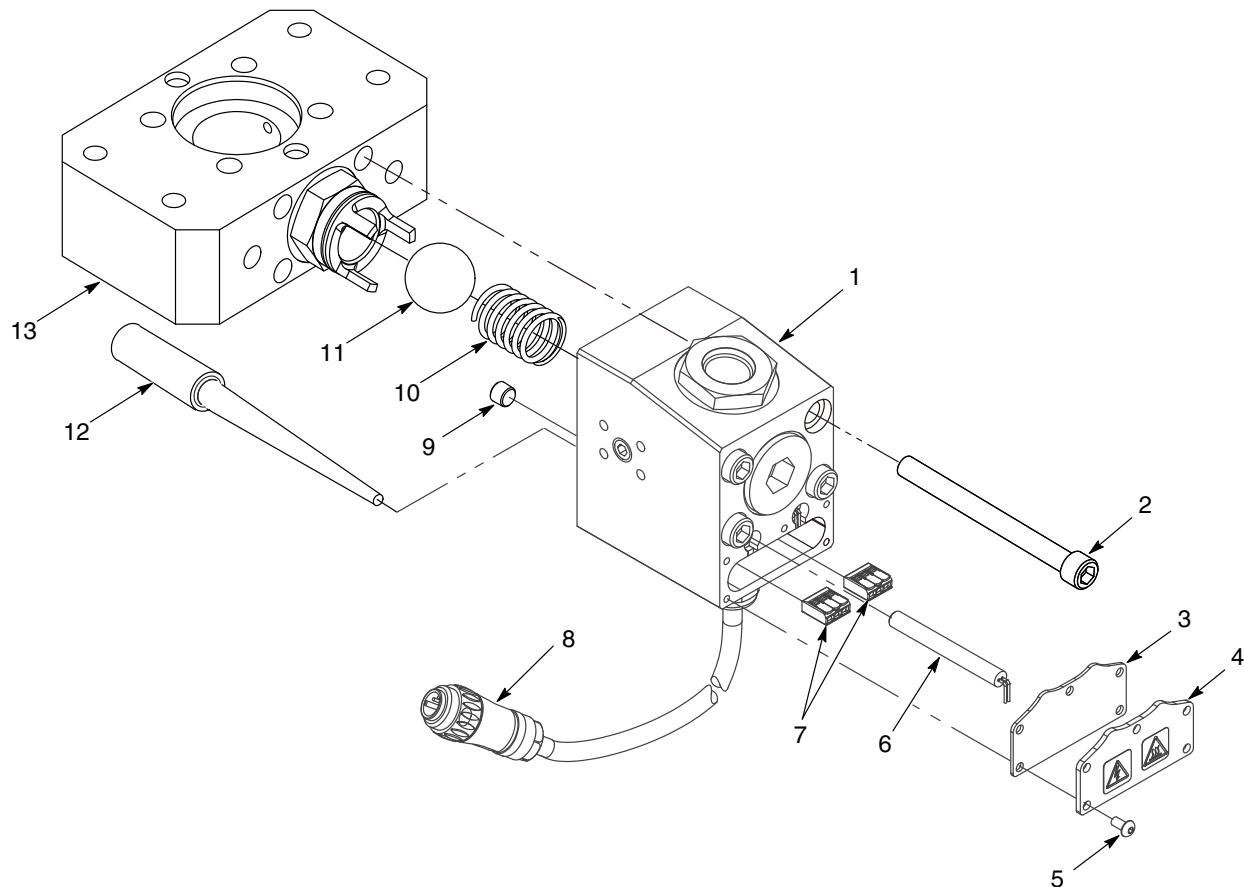

Abbildung 4 Typische Vorgehensweise zum Austausch der Heizpatrone (*dargestellt ist ein Verteilerblock mit Rückschlagventil*)
Siehe Abbildung 4.
3. Die Schrauben (2) entfernen, mit denen das Verteilerblockgehäuse (1) am Hydraulikteil (13) befestigt ist.
4. Die Schrauben (5) entfernen, mit denen die Abdeckplatte (4) und die Dichtung (3) am Verteilerblockgehäuse (1) befestigt sind.
5. Die dreiadrigen Stecker (7) vorsichtig aus dem Verteilerblockgehäuse (1) herausziehen. Die Leiter der Heizpatrone (6) trennen, siehe Abbildung 4.
6. Den Rohrstopfen (9) von der Rückseite des Verteilerblockgehäuses (1) entfernen.
7. Einen Dorn (12) verwenden, um die Heizpatrone (6) aus der Rückseite des Verteilerblockgehäuses zu drücken. Heizpatrone ausbauen.
1. Wärmeleitpaste entlang des Außendurchmessers der neuen Heizpatrone (6) und entlang des Innendurchmessers der Bohrung auftragen. Die Heizpatrone in das Verteilerblockgehäuse (1) stecken.
2. Die dreiadrigen Stecker (7) wieder mit den Leitern der Heizpatrone (6) verbinden, siehe Abbildung 4. Die dreiadrigen Stecker vorsichtig in das Verteilerblockgehäuse (1) stecken.
3. Die Dichtung (3) mithilfe der Schrauben (5) wieder an der Abdeckplatte (4) anbringen. Die Schrauben mit 60 - 75 in.-lb (6,8 - 8,5 N•m) anziehen.
4. Das Verteilerblockgehäuse (1) wieder am Hydraulikteil (13) montieren.
- a. **Gilt nur für Verteilerblöcke mit Rückschlagventil:** Die Feder (10) und die Kugel (11) wieder einsetzen, falls diese beim Entfernen des Verteilerblockgehäuses aus dem Hydraulikteil herausgefallen sind.
- b. Never-Seez auf die Gewinde der Schrauben (2) auftragen. Den Verteilerblock mithilfe der Schrauben wieder am Hydraulikteil befestigen. Die Schrauben mit 50 - 55 ft-lb (67,8 - 74,6 N•m) anziehen.
5. Den Stecker des Anschlusskabels (8) wieder an die Spannungsquelle anschließen.